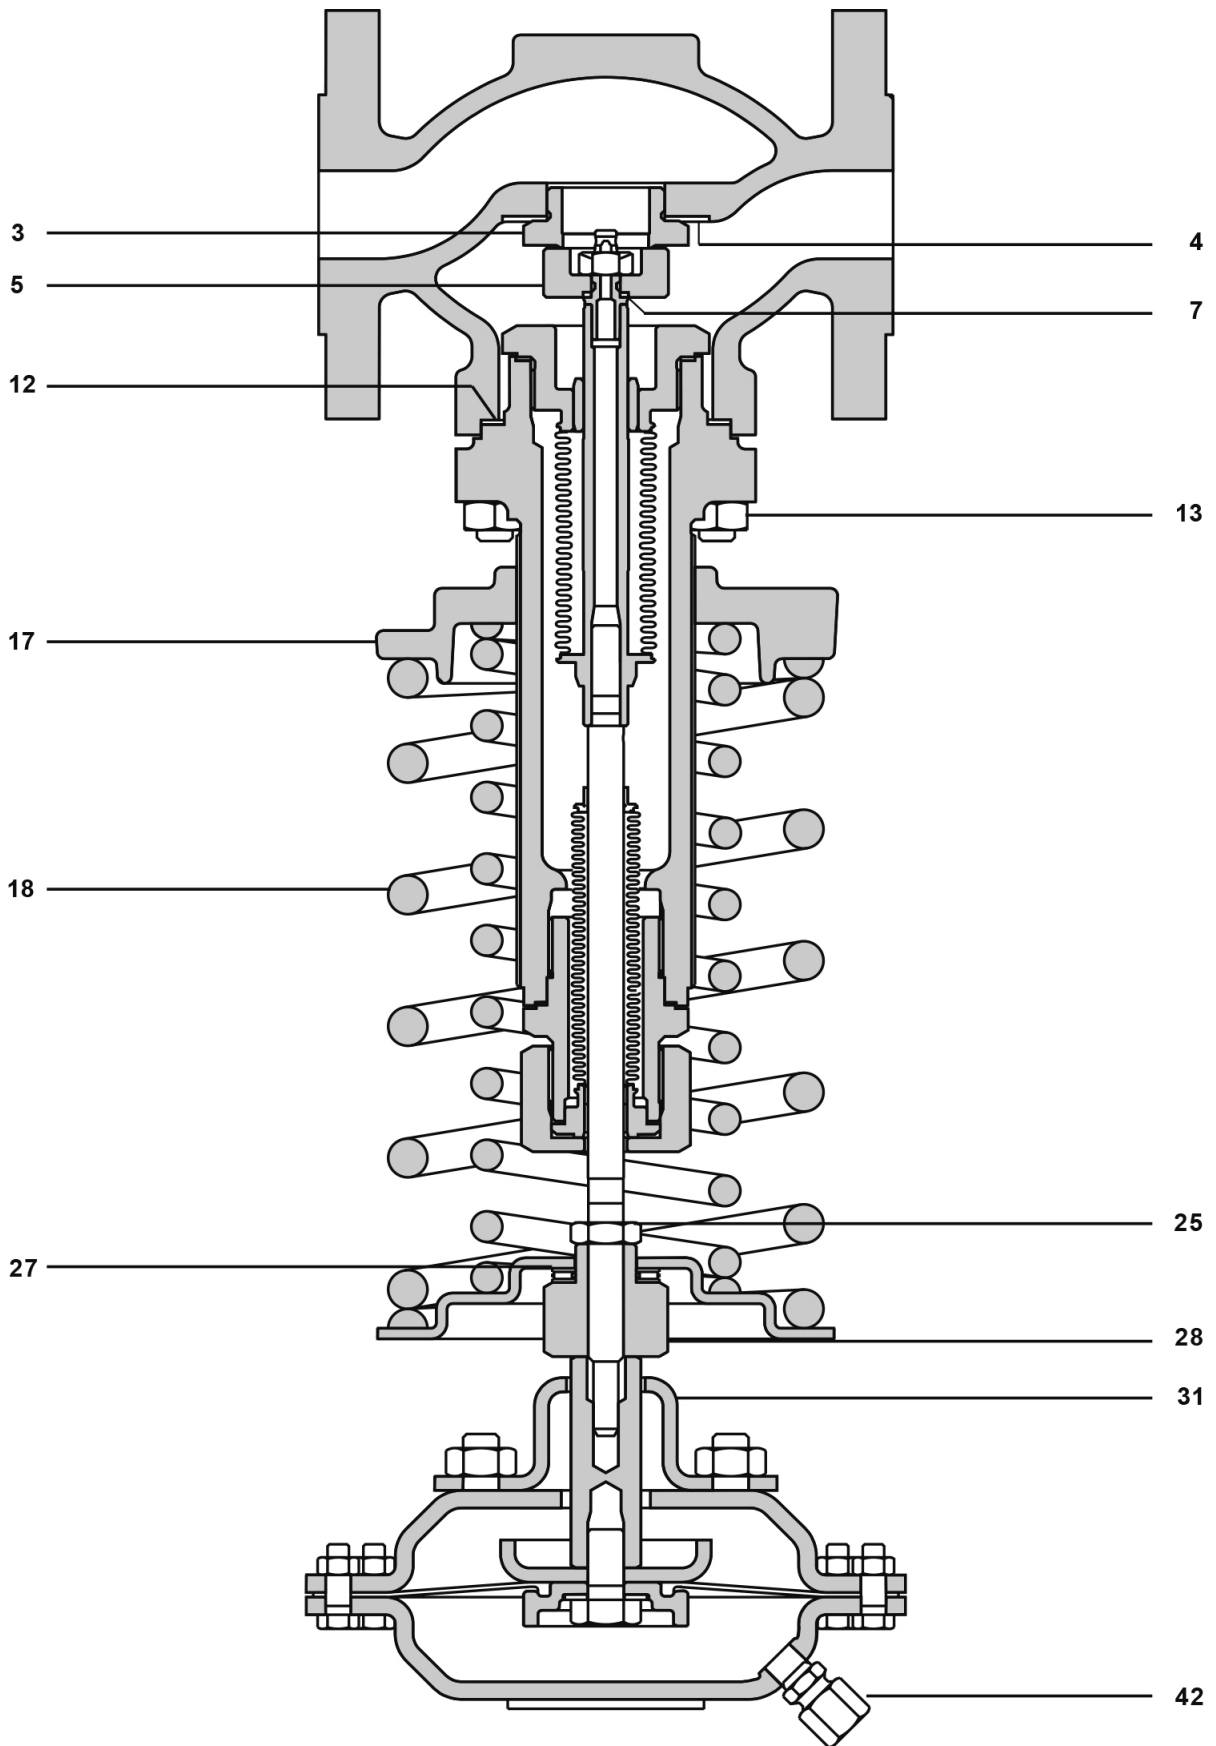

Fig. 13 - DN25
4.4.6 Remplacement de l'ensemble clapet et siège de la vanne (Fig. 13)
- Tourner le plateau de réglage du ressort (17) pour décompresser complètement le ressort (18).
- Inspecter l'état du clapet de la vanne et si nécessaire, le remplacer ainsi que le joint de clapet (7) comme décrit dans le paragraphe 4.4.4.
- Inspecter l'état du siège de la vanne (3).
- Si nécessaire, remplacer le siège (3) et le joint de siège (4) (pour les vannes DN15 au DN50 uniquement) et resserrer avec le couple recommandé donné dans le paragraphe 4.2.
- Remonter l'ensemble chapeau/ressort/servomoteur en utilisant un nouveau joint de chapeau (12). Resserrer les écrous de chapeau (13) suivant le couple recommandé donné dans le paragraphe 4.2.
4.4.6 Remplacement du roulement à aiguilles (Fig. 13)
- Déconnecter la prise d'impulsion aval des écrous de montage (42) et ôter le servomoteur de la vanne.
- Dévisser les écrous de colonne (16 non montré) et enlever la palette de montage du servomoteur (31).
- En maintenant l'écrou de réglage (28) dévisser le contre-écrou (25).
- Enlever l'écrou de réglage (28) et le roulement à aiguilles (27).